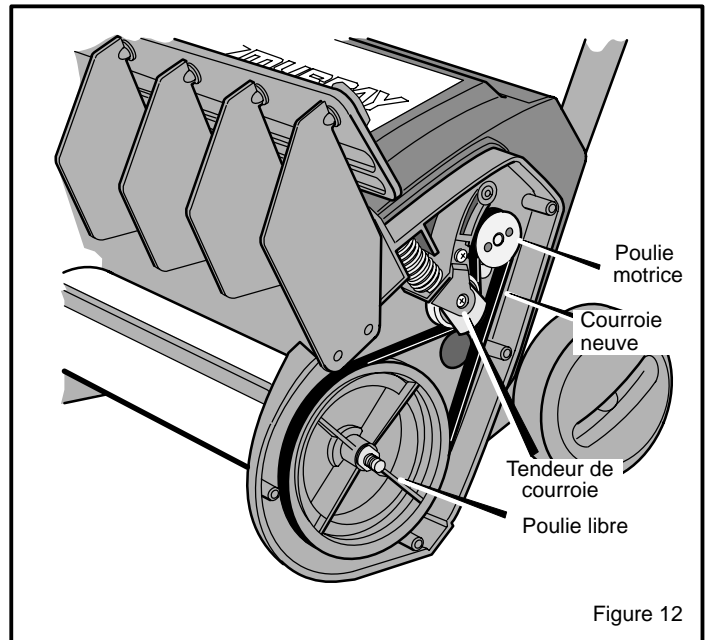

Figure 12
- Monter une nouvelle courroie autour de la poulie motrice et la poulie libre, comme le montre l'illustration. Figure 12.
- Veiller à bien engager le tendeur de courroie comme le montre l'illustration. Figure 12.